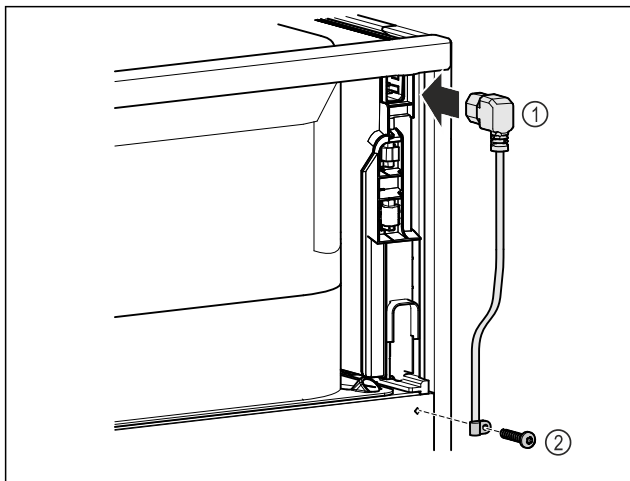

Fig. 8
- ▶ Pistke võrguühendusjuhtme Fig. 8 (1) külmutusseadme pesa seadme tagaküljel sisse.
- ▶ Monteerige tõmbetõkis. Fig. 8 (2)